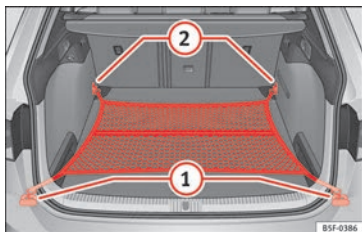

Fig. 181 Nel bagagliaio: tasca a rete a livello del piano (modello LEON ST).
- Se necessario, sollevare gli occhielli di ancoraggio anteriori »» fig. 181 (2).
- Fissare i ganci della rete agli occhielli di ancoraggio (2) »» ⚠. La cerniera della tasca dev'essere rivolta verso l'alto.
- Fissare i ganci della rete agli occhielli di ancoraggio (1).